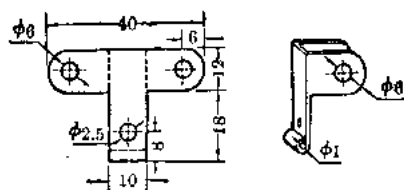

图 1-5
11. 斜齿轮架。用厚约1毫米的铝片或铁片按图1-5制作。用螺丝与载物台架连接。